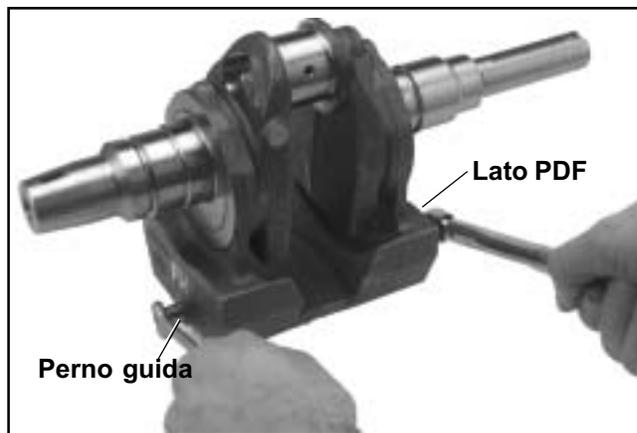

Figura 10-12. Montaggio del contrappeso sull'albero motore.
- c. Allineare i contrappesi ed installare la vite di regolazione nei fori di montaggio, dal **lato PDF**. Avvitarla nel perno guida all'esterno del contrappeso sul **lato volano**. Tenendo fermo il perno guida con una chiave, serrare la vite a **10 N·m (90 in. lb.)**. Vedere Figura 10-12. **Non** bloccare o danneggiare il diametro esterno (D.E.) del perno guida.